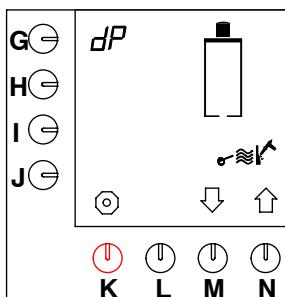
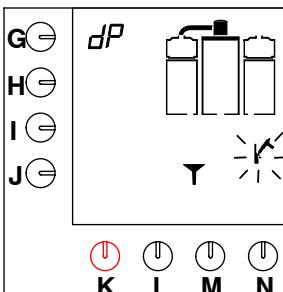

Fig. 15 Inicio del programa de descalcificación del sistema de preparación de café
Fig. 16 El sistema de preparación de café necesita una solución descalcificadora.
- El programa de descalcificación aparece en el display, vea fig. 15.
- Mantenga pulsada la tecla de programación (G.) hasta que fig. 15 reaparezca en el display.
- Vacíe el contenedor de café mediante el grifo (X).
- Suena una señal, aparece intermitentemente el símbolo del martillo, y se muestra un embudo en el display, vea fig. 16 .